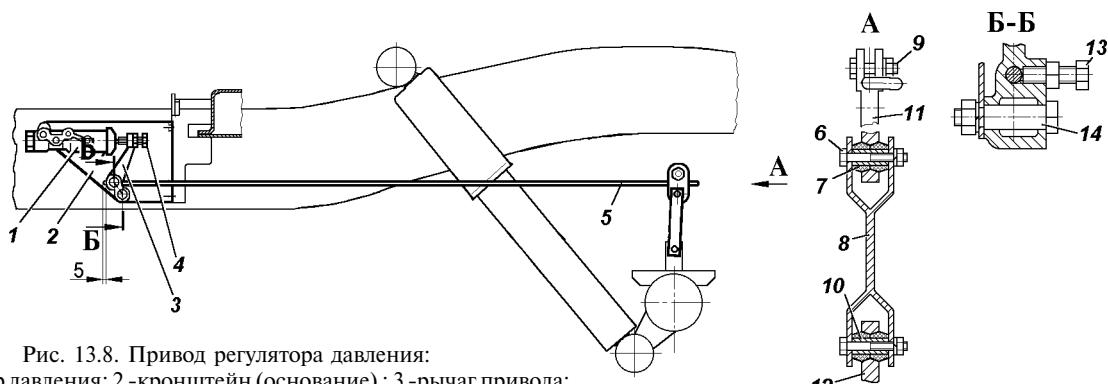

Рис. 13.8. Привод регулятора давления:
На автомобилях, не оборудованных системой АБС, при сезонном обслуживании проверяйте работоспособность регулятора давления. Очищайте регулятор от грязи и проверяйте надежность его крепления и крепления его привода. Внешним осмотром убедитесь, что регулятор и детали его привода не имеют повреждений, отсутствуют подтекания тормозной жидкости и зазоры в соединении стойки с упругим рычагом и кронштейном на заднем мосту (рис. 13.8).
*На автомобилях, не оборудованных системой АБС, в процессе эксплуатации и при замене задних рессор необходимо регулировать усилие упругого рычага 5 (см. рис. 13.8) на поршень регулятора. Регулировку производите в следующей последовательности:*
- Доверните болт 4 (см. рис. 13.8) на 2/3 оборота (4 грани головки болта).